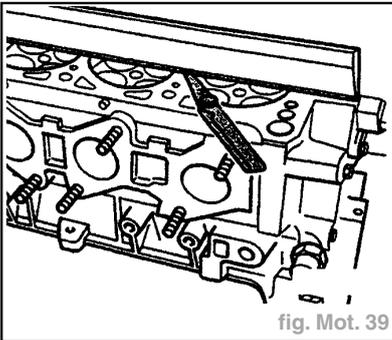

fig. Mot. 39
- Contrôler la planéité à l'aide d'une règle et d'un jeu de cales d'épaisseur (fig. Mot. 39) :